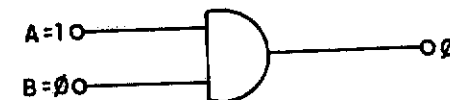

figura 1-5 - Símbolo da função AND
Na função AND (E), também representada por '.', a saída será 1 se todas as entradas estiverem em nível 1. Se qualquer uma delas estiver em nível 0 a saída será 0 (figura 1-5). A tabela verdade da função AND consta na figura 1-6.